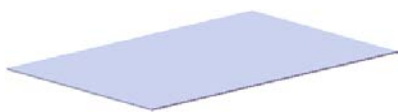
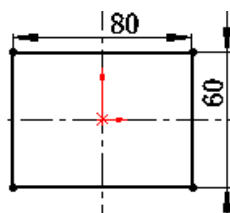

图 16.2.36 基体一法兰 1
图 16.2.37 横断面草图
Step2. 创建图 16.2.36 所示的钣金基础特征——基体—法兰 1。
(1) 选择命令。选择下拉菜单 **插入(I)** → **钣金(B)** → **基体法兰(A)...** 命令（或单击“钣金”工具栏上的“基体法兰/薄片”按钮 ）。
(2) 定义特征的横断面草图。
① 定义草图基准面。选取前视基准面作为草图基准面。
② 定义横断面草图。在草图环境中绘制图 16.2.37 所示的横断面草图。
③ 选择下拉菜单 **插入(I)**  **退出草图** 命令，退出草图环境，此时系统弹出“基体法兰”对话框。
(3) 定义钣金参数属性。
① 定义钣金参数。在 **钣金参数(S)** 区域的 **T1** 文本框中输入厚度值 0.5。取消选中 ☐ **反向(E)** 复选框。
② 定义钣金折弯系数。在 **折弯系数(A)** 区域的下拉列表中选择 **K 因子**，把文本框 **K** 因子系数改为 0.4。
③ 定义钣金自动切释放槽类型。在 **自动切释放槽(I)** 区域的下拉列表中选择 **矩形**，选中 ☒ **使用释放槽比例(A)** 复选框，在 **比例(I):** 文本框中输入比例系数 0.5。
(4) 单击  按钮，完成基体一法兰 1 的创建。